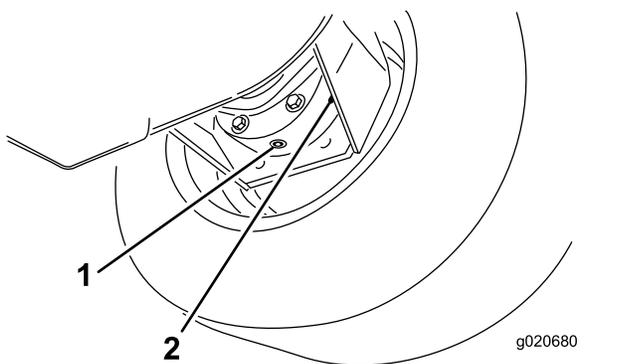

Рисунок 70
3. Подставьте поддон под корпус тормоза, снимите пробку сливного отверстия и дайте маслу стечь (Рисунок 70).